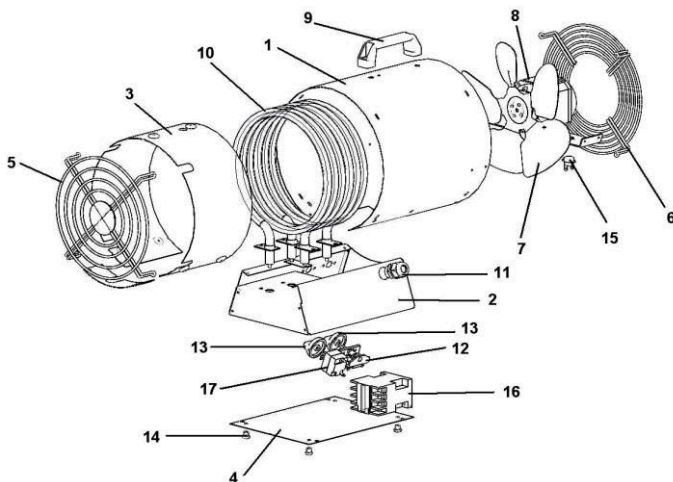

Рис. 1
Конструктивно тепловентилятор представляет собой металлический корпус, в котором размещены электродвигатель с крыльчаткой и электронагревательные элементы (далее ТЭНы). Переключатель 12 (рис.1) на четыре положения предназначен для установления режимов работы. Термостат 15 (рис.1) отключает ТЭНы в случае аварийного (ненормального) режима работы (перекрыто входное или выходное отверстие, перегрев вследствие останова электродвигателя). Терморегулятор (капиллярный термостат) 17 (рис.1) в тепловентиляторе ТТ-6Т предназначен для автоматического поддержания температуры в помещении на заданном уровне. При достижении заданной температуры терморегулятор отключает нагревательный элемент, оставляя включенным вентилятор. При понижении температуры всасываемого воздуха на 3-5°С вновь включает нагрев.
Установить переключатель режимов работы (12) рис. 1 тепловентилятора положение «0» (отключено).
Переключатель режимов (12) рис.1 установить в выбранный режим.
Ручку капиллярного термостата (17) рис.1 повернуть против часовой стрелки до упора.
Переключатель режимов работы (12) рис. 1 установить в положение нагрева. В этом случае тепловентилятор работает в режиме вентилятора. Плавно поворачивать ручку капиллярного термостата (17) рис.1 по часовой стрелке до щелчка включения, который произойдет при совпадении установки капиллярного термостата с температурой окружающего воздуха. Повернуть ручку капиллярного термостата (17) рис. 1 по часовой стрелке еще на некоторый угол. Капиллярный термостат не имеет отградуированной шкалы по температуре и установка ручки на желаемую температуру в помещении уточняется (определяется) потребителем в процессе эксплуатации.
установить переключатель режимов работы (12) рис. 1 в режим вентилятора «1». В этом режиме крыльчатка будет вращаться, а ТЭНы будут отключены.
Установить переключатель режимов (12) рис. 1 в положение «0» - отключено. В случае длительного перерыва в работе тепловентилятора отсоединить питающий кабель от сети.
Термостат (15) рис.1 при ненормальном режиме работы тепловентилятора срабатывает и отключает ТЭНы.
охладить тепловентилятор до температуры окружающего воздуха; переключатель режимов работы (12) рис. 1 установить в положение «0» (отключено);
выяснить и устранить причину, вызвавшую срабатывание термовыключателя; переключатель режимов (12) рис. 1 установить в положение «1» (вентилятор) и по наличию воздушного потока убедиться во вращении крыльчатки. После этого можно включить нагрев.